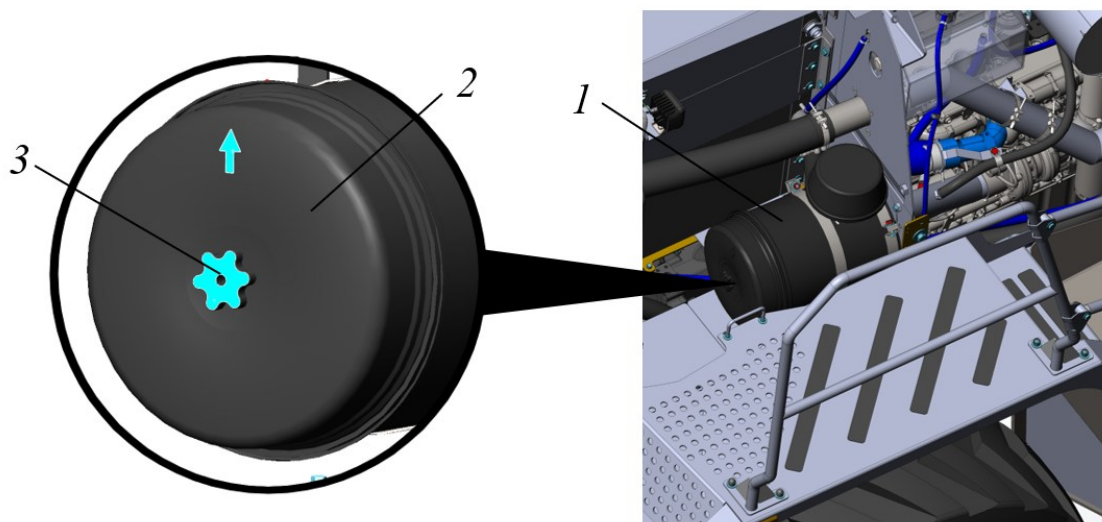

Рисунок 5.28. Корпус воздушного фильтра
Корпус воздушного фильтра размещен под створкой блока радиаторов с левой стороны по ходу движения машины, см. рис. 5.28.
- ▶ открутить гайку-барашек 3, снять крышку фильтра 2, см. рис. 5.28.
- Установить крышку 2 на корпус фильтра 1, закрепив гайкой-барашком 3, см. рис. 5.28.